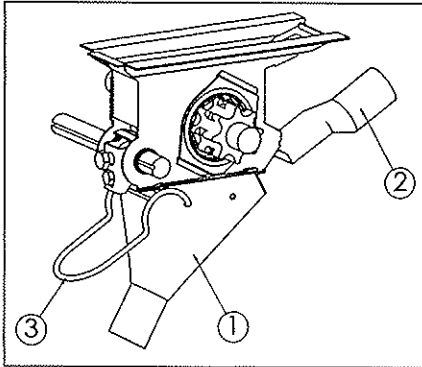

Fig. 1
**UNO.-** Paso estrecho, espolones pequeños para semillas finas (Fig. 1).
A) Modificar la apertura inferior de la trampilla según el tamaño de la semilla (Fig. 1,2 y 3).
**PRIMERO.-** Desenganchar las boquillas (1-Fig. 1) de los distribuidores, desconectando previamente los tubos (2-Fig. 1) de suministro de aire y soltando los clips (3-Fig. 1) de sujeción al eje del fondo móvil.